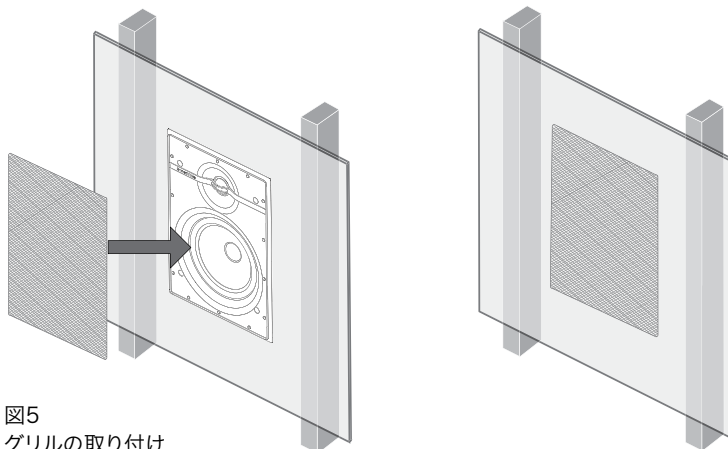

図5
**4.5** ここでグリルを取り付けることができます。グリルはマグネット式ですので、フレーム・フランジの溝に合わせ、カチッという音がすれば取り付け完了です。グリルのめ方は図5をご覧ください。